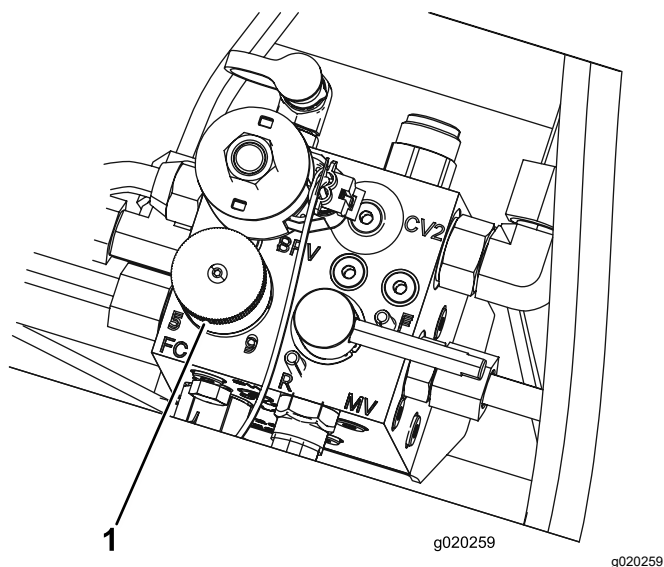

Figure 37
- Pour régler la vitesse des cylindres, tournez le bouton (Figure 37) jusqu'à ce que la flèche soit en face du numéro correspondant au réglage voulu.